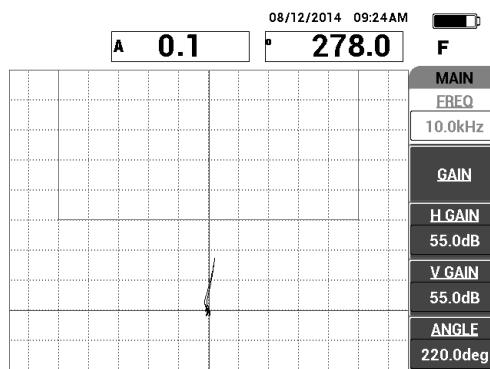

Рис. 6-24 Сигнал от дефекта (отслоения)
3. Медленно просканируйте зону отслоения (13 мм), затем нажмите клавишу FREEZE () [см. Рис. 6-24 на стр. 144].